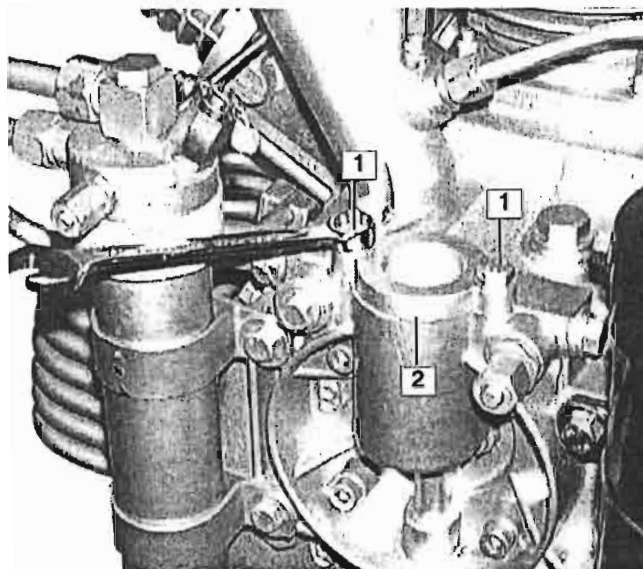

Рис. 22 Удаление крышки
- Открутите два болта (1, Рис. 22) с помощью 13-миллиметрового ключа. Снимите крышку (2).